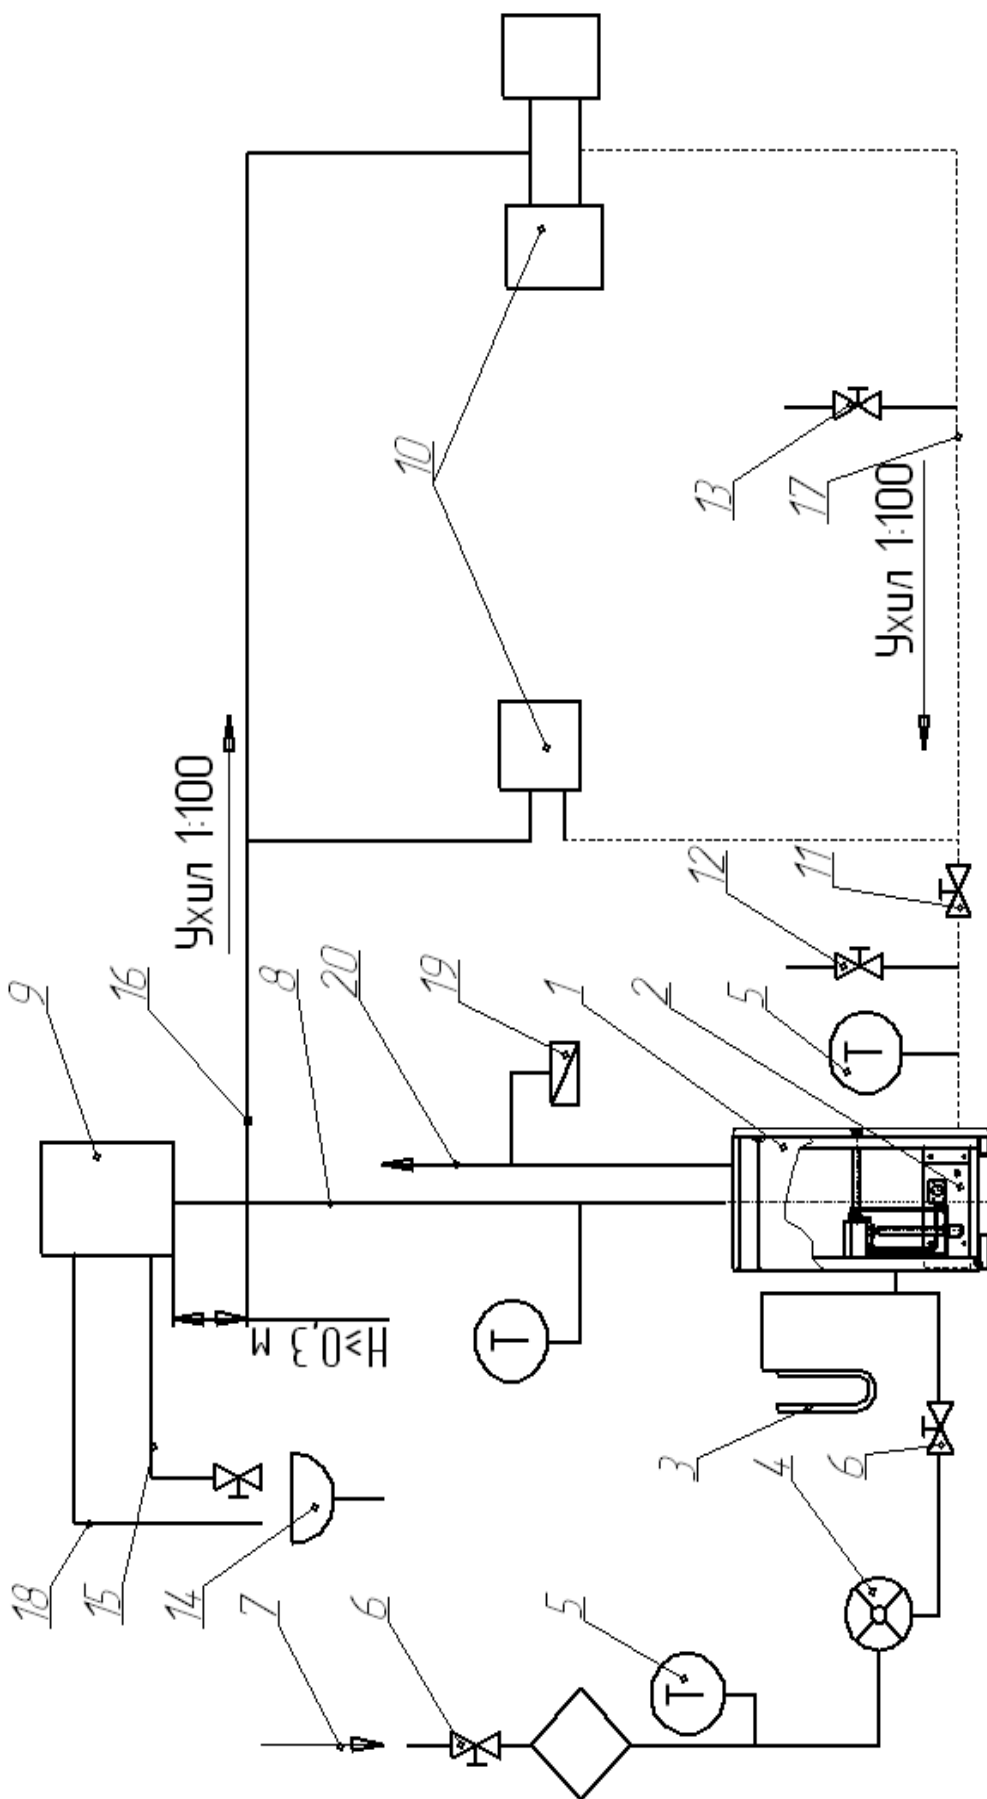

Рисунок 4 - Принципова схема підключення котла КС-Г -ДС до системи опалення з природною циркуляцією теплоносія.
- перевірити, чи відкритий пробковий кран 11 (рисунок 4).